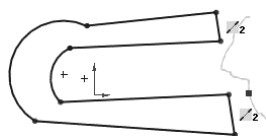

图 4.13.4 强劲裁剪边线
Step3. 在图形区拖动鼠标绘制图 4.13.4 所示的轨迹。